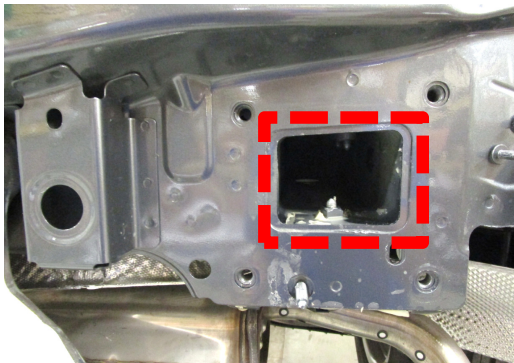
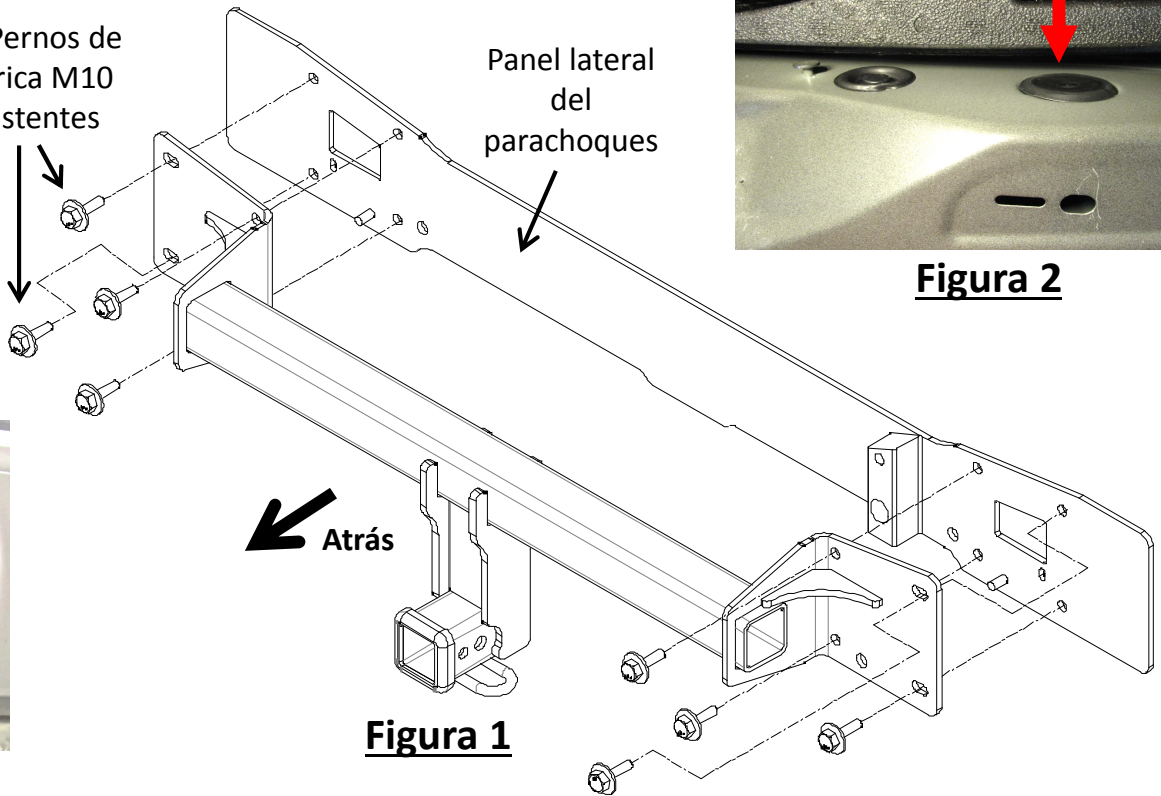

Figura 3
Figura 1
- 2. Retirar el travesaño del parachoques:** Con un cubo de 16 mm, retirar (8) pernos de fábrica M10 del travesaño del parachoques y barra transversal sobre el travesaño del parachoques. Devolver el travesaño del parachoques y barra transversal al propietario.
- 3. Instalar el enganche:** Usar sellante de silicona para sellar alrededor de la abertura en el panel lateral en cada lado, ver la **Figura 3**. Levantar el enganche a su posición y sin apretar, instalar los pernos M10 de fábrica existentes en el enganche, ver la **Figura 1**.
2. Retirar el travesaño del parachoques: Con un cubo de 16 mm, retirar (8) pernos de fábrica M10 del travesaño del parachoques y barra transversal sobre el travesaño del parachoques. Devolver el travesaño del parachoques y barra transversal al propietario.
3. Instalar el enganche: Usar sellante de silicona para sellar alrededor de la abertura en el panel lateral en cada lado, ver la **Figura 3**. Levantar el enganche a su posición y sin apretar, instalar los pernos M10 de fábrica existentes en el enganche, ver la **Figura 1**.